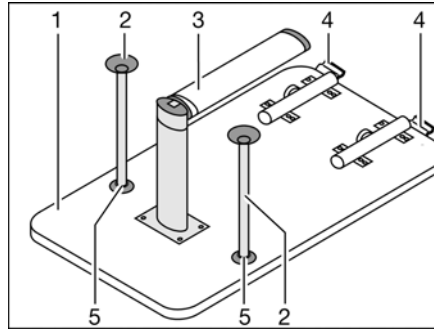

Fig. 92 Base de cama
- Levantar 45° aprox. el tablero de mesa (Fig. 92,1) por delante.
- Abatir la parte inferior de la pata de apoyo articulada (Fig. 92,3) 90°. Para ello, según el modelo, tirar la parte inferior de la pata de apoyo articulada hacia abajo o presionar el botón de desbloqueo.
- En el bloqueo (Fig. 92,4) pulsar el botón de desbloqueo.
- Según el modelo, encajar los dos pies de apoyo adicionales (Fig. 92,2) en los alojamientos (Fig. 92,5) en el lado inferior del tablero de la mesa.